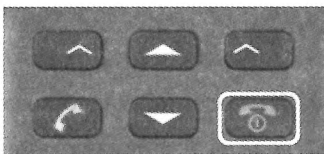

Рисунок 3.1 – Включение радиостанции
3.4.1 Для включения радиостанции необходимо нажать и удерживать красную клавишу «Отм.» до появления на экране радиостанции меню выбора режима работы, рисунок 3.1.